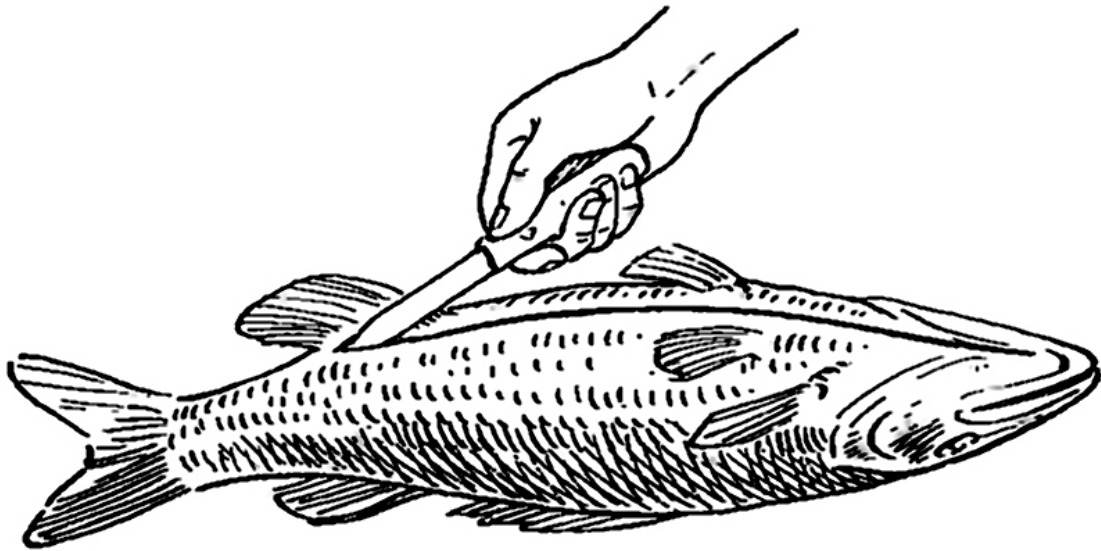

Рисунок 7 – Вскрытие кожи рыбы
2.1. У зафиксированной любым из перечисленных ранее способом рыбы острым скальпелем разрежьте кожу (не вспорите брюхо!) по средней линии живота (от головы до хвостового плавника), не повреждая мышц живота (рисунок 7).